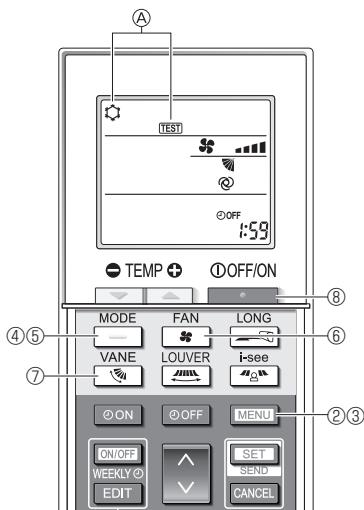

Fig. 6-9
- ③ Appuyez sur la touche **[TEST]**.
- La mention **Ⓐ [TEST]** et le mode de fonctionnement en cours sont affichés. (Fig. 6-9)
- ④ Appuyez sur la touche **[]** pour activer le mode refroidissement, puis vérifiez que de l'air froid est soufflé par l'appareil.
- ⑤ Appuyez sur la touche **[]** pour activer le mode chauffage, puis vérifiez que de l'air chaud est soufflé par l'appareil.
- ⑥ Appuyez sur la touche **[]** et vérifiez que la vitesse du ventilateur change.
- ⑦ Appuyez sur la touche **[]** et vérifiez que l'ailette automatique fonctionne correctement.
- ⑧ Appuyez sur la touche **[]** pour terminer l'essai de fonctionnement.